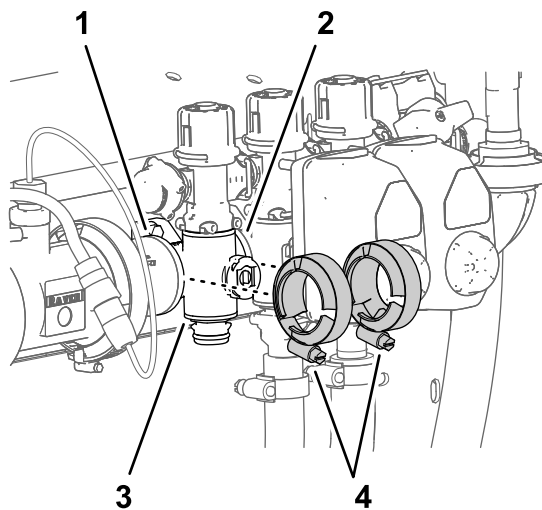

图 119
4. 将在 拆下喷洒臂段歧管阀 (页码 64) 中卸下的法兰夹具松松安装到喷洒臂段阀歧管的法兰上以及其他喷洒臂段阀和/或耦合适配器的法兰上图 119。
7. 用手拧紧 2 个法兰夹具图 119。